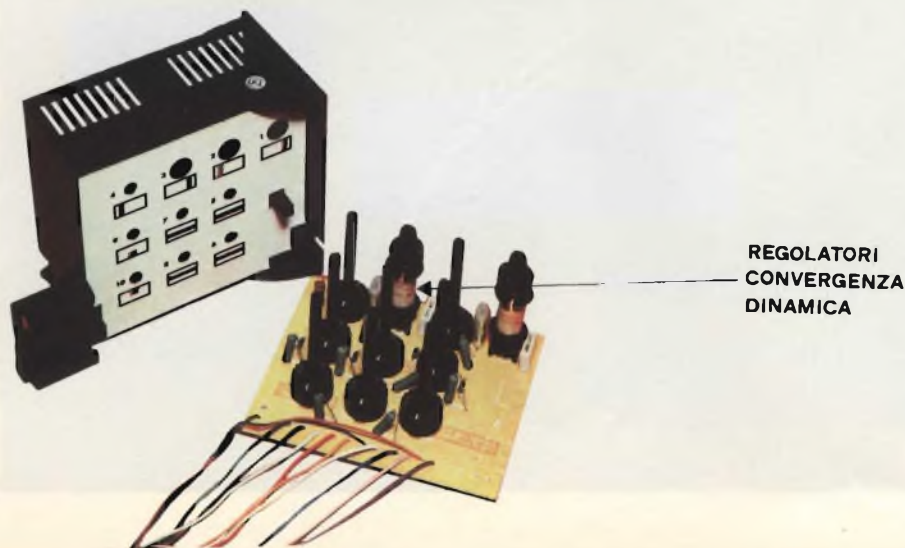

Fig. 92 - Scatola contenente le regolazioni della convergenza dinamica.
a) Le linee verticali rosse a destra dello schermo vengono sovrapposte a quelle verdi per mezzo del regolatore 1 (fig. 92).
b) Le linee verticali rosse dal lato sinistro dello schermo si fanno sovrapporre con quelle verdi mediante il regolatore 2 (fig. 92).